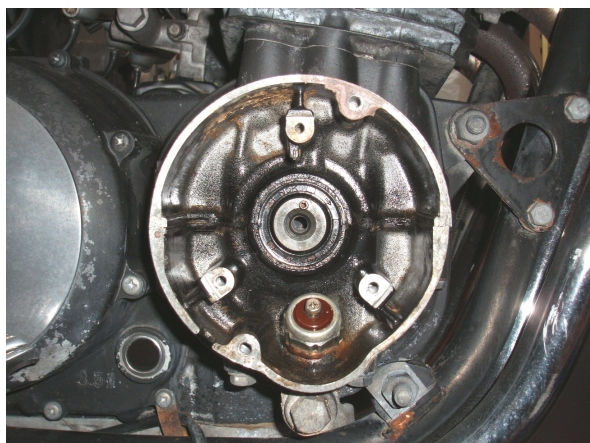

図1、ガバナを外した状態
- ①エンジン右ポイントカバーを外し、ノーマルピックアップコイル、及びガバナを外して下さい(図1)。